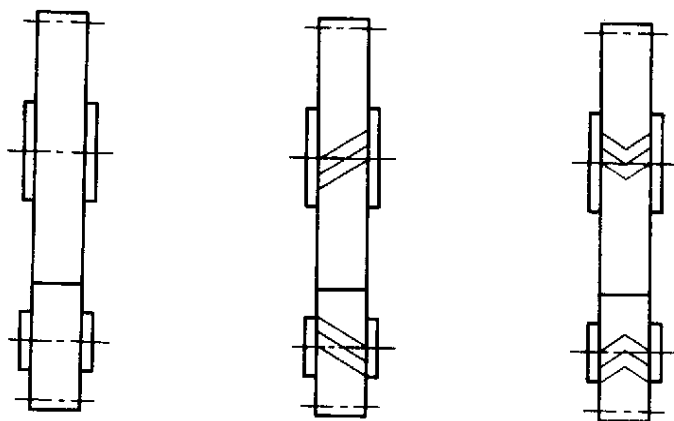

图 10
2.2 在平行于圆柱齿轮、圆锥齿轮轴线的投影面的视图中，啮合区的齿顶线不需画出，节线用粗实线绘制；其他处的节线用点划线绘制（图10、14）。